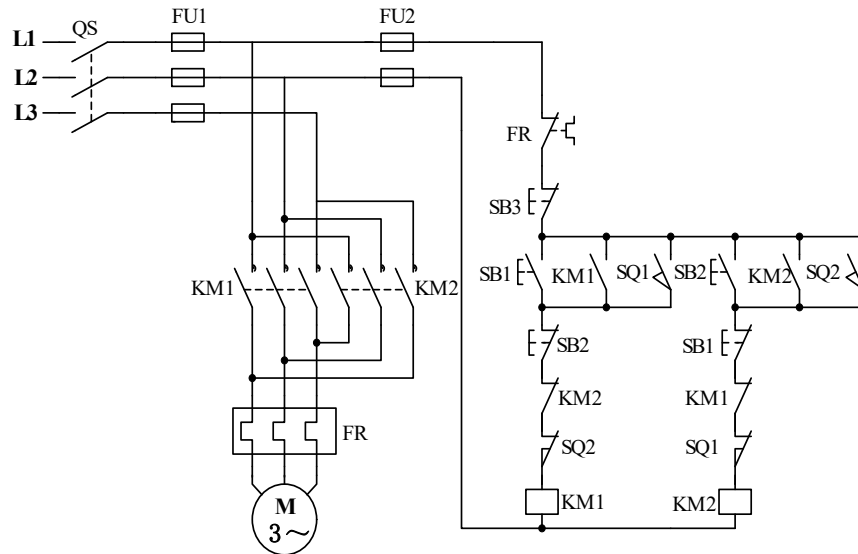

图3-2-2 电动机自动往返循环控制线路
某企业采用继电器接触控制电动机自动往返循环，自动往返循环线路如图3-2-2所示。请分析该控制线路图的控制功能，并用可编程控制器对其控制线路进行改造。
1. 根据图3-2-2所示原理图，分析该线路的控制功能；